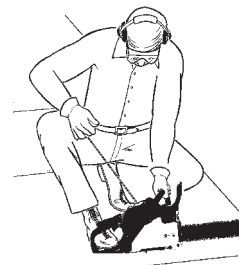

Fig. 8
8. Sitúe la sierra en una superficie firme y nivelada. Sujete la sierra firmemente tal y como se muestra. (Fig. 8).
ADVERTENCIA: Un sendero de retirada (A) deberá de ser planeado y despejado como se necesite antes de que empiece los cortes. El sendero de retirada deberá extenderse hacia atrás y diagonalmente a la parte posterior de la línea de caída esperada, como se ilustra en la Fig. 8.
ADVERTENCIA: Al tiempo que el corte de talado se acerca a la articulación, el árbol deberá de empezar a caer. Cuando el árbol empiece a caer, remueva la sierra del corte, apague el motor, ponga la sierra en el suelo, y abandone el área a lo largo del sendero de retirada (Fig. 8).